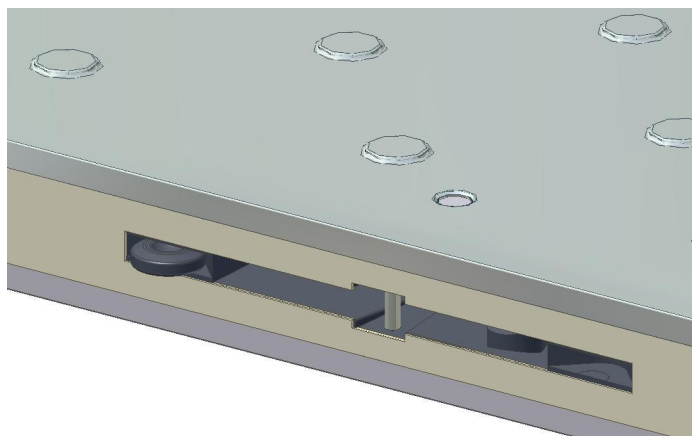

Fig. 1
- Avant le montage des panneaux, on doit placer une **pièce d'alignement** dans les verrous. La fonction de ces pièces est de permettre un alignement correct des verrous. On doit placer une seule pièce sur chaque paire de verrous (Fig. 1).